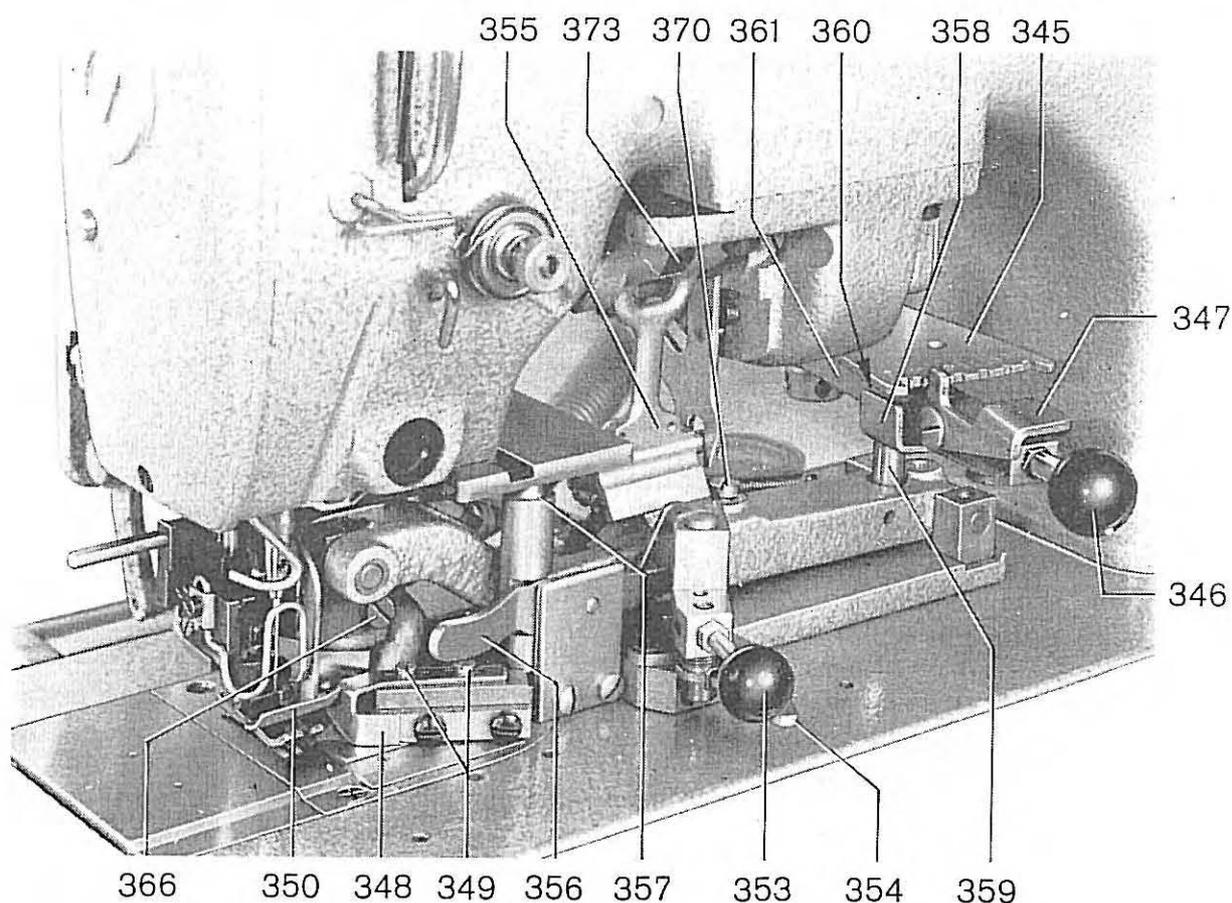
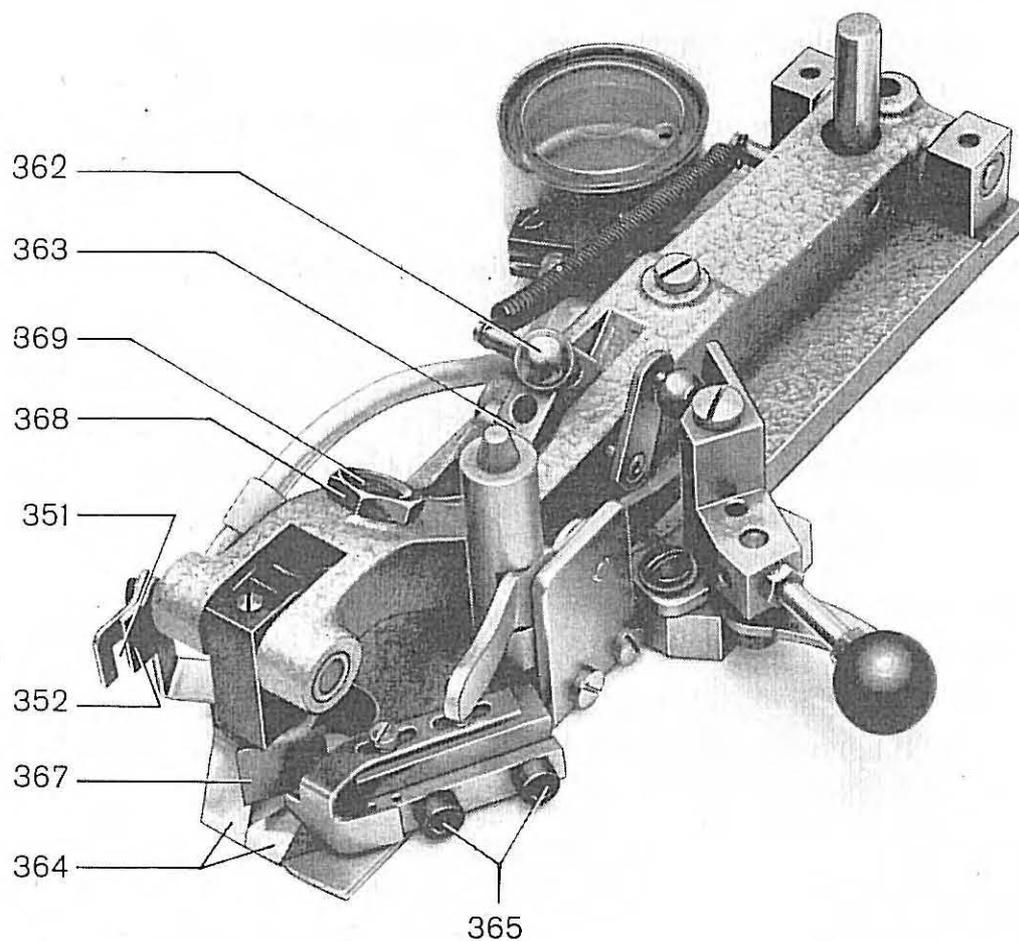

Fig. 47
Fig. 48
La profondeur de crantage, c'est à dire la distance entre la couture et les pointes intérieures de la denture, se règle selon les gradations de l'échelle de la tôle 345 (fig. 47) à l'aide du levier 346. A cet effet, il faut procéder au déblocage par l'abaissement du levier 347.
Le guide-étouffe 348 (fig. 47) peut être déplacé dans ses trous oblongs après avoir desserré les vis de fixation 349.
Le presse-étouffe 350 (fig. 47) est relié au cranteur. Par conséquent, son réglage se trouve modifié dès que l'on change la profondeur de crantage. Lorsque la cranteur, pivoté en arrière, est ramené en place, s'assurer que le levier du presse-étouffe se trouve dans la fente 351 (fig. 48) de la fourche 352.
1. Le cranteur étant engagé, amener la tige 355 (fig. 47) en sa position haute en tournant le volant et régler la profondeur du crantage maximum.
4. Pivoter le cranteur de telle sorte que la tête sphérique 362 (fig. 48) de la came de commande 363 puisse être poussée vers la droite, à partir du guide de la tige 355 (fig. 47).
Pour remettre en place le cranteur, procéder en ordre inverse. N'oublier pas de raccorder le presse-étouffe 350 (fig. 47) avec le cranteur.
Retirer les vis de fixation 365 et enlever d'abord les couteaux inférieurs 364 (fig. 48). Desserrer ensuite la vis 366 (fig. 47) et enlever le couteau supérieur 367 (fig. 48) de son guidage. Pour remettre en place les couteaux, procéder en sens inverse.
Régler les couteaux inférieurs 364 (fig. 48) de telle sorte que leurs tranchants se placent selon la figure 48 et que leurs bords avant s'alignent.
Le point le plus bas de la tige 355 (fig. 47).
Le bord inférieur du couteau supérieur 367 (fig. 48) doit se trouver au moins 1 mm au-dessus des bords inférieurs des couteaux inférieurs, sinon le couteau supérieur pourrait frapper contre la plaque de recouvrement.
Il ne doit exister aucun jeu entre la tête sphérique 362 (fig. 48) de la came de commande 363 et la tige 355 (fig. 47). La tête sphérique doit toucher sous le guidage.
Pour obtenir ces réglages, synchroniser les réglages de la hauteur du couteau supérieur (desserrer la vis 366, fig. 47, et de la position de la came de commande 363, fig. 48) (la vis de réglage de la came est accessible par le bas du cranteur). Régler la came de commande 363 de telle sorte que même avec la distance minimum entre le cranteur et l'aiguille (5 mm), la tête sphérique 362 soit encore entièrement située dans le guidage de la tige.
Suivant l'épaisseur de l'étoffe, régler le moment du mouvement des couteaux de telle sorte que les couteaux ne commencent à inciser le tissu qu'une fois l'entraînement terminé. Faire le réglage en tournant l'excentrique 373 (fig. 47).